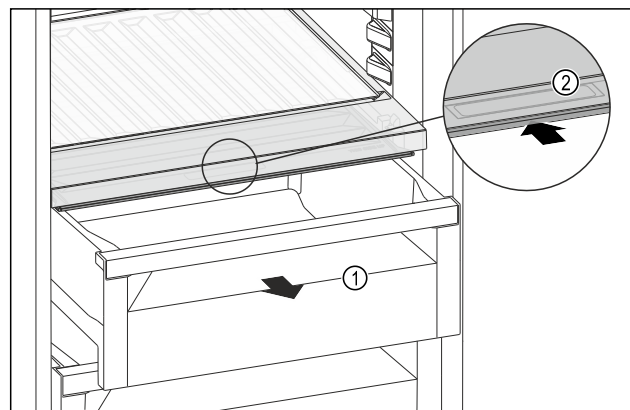

Fig. 231
- ▶ Zásuvku Fig. 231 (1) vytáhněte.
- ▶ Uchopte prohlubeň pro rukojeť Fig. 231 (2) na víko zásuvky a současně zasuňte víko zásuvky směrem dozadu.